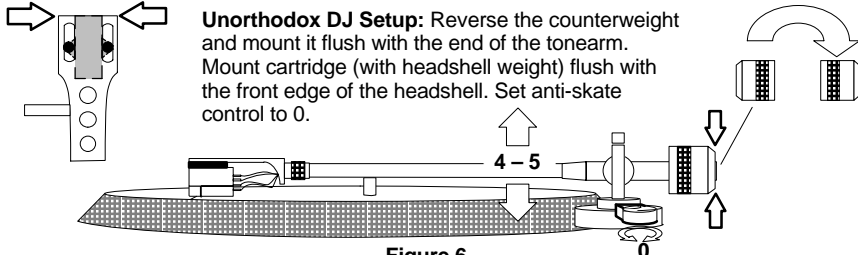

Figure 6
- **Unkonventionelle DJ-Einrichtung (Abbildung 6):** Das Gegengewicht umdrehen und bündig mit dem Ende des Tonarms anbringen. Den Tonabnehmer (mit dem Tonarmkopf) bündig mit der Vorderkante des Tonarmkopfs anbringen. Den Antiskating-Wert auf 0 einstellen.